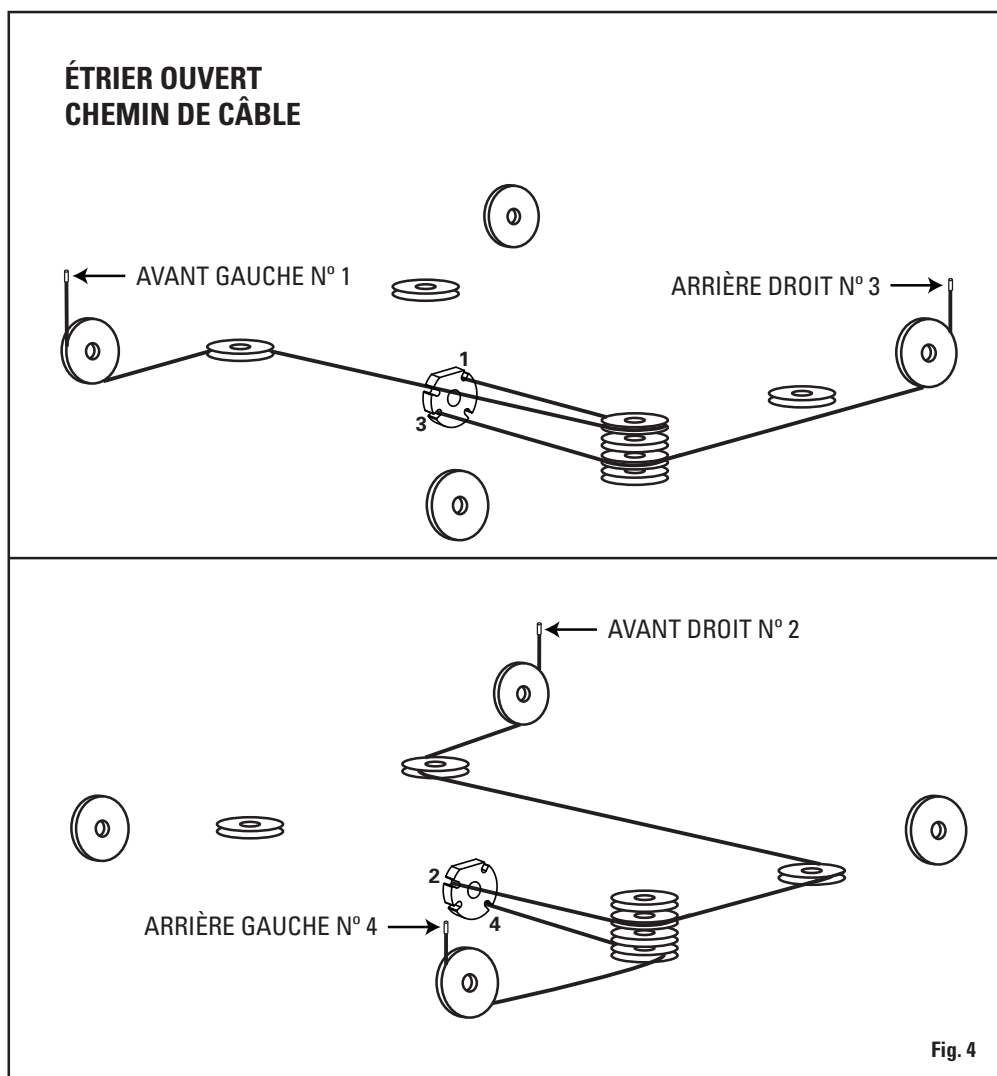
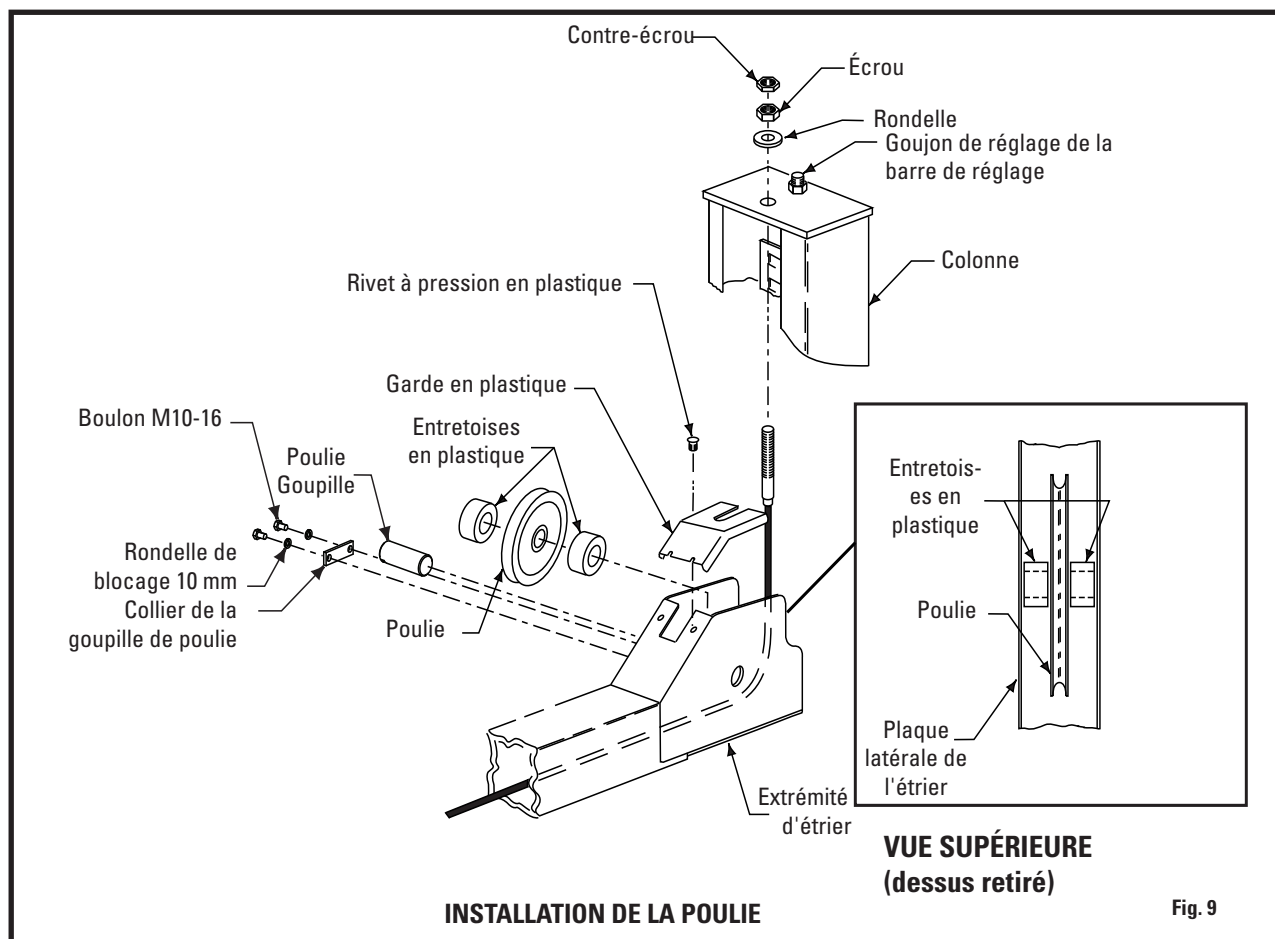
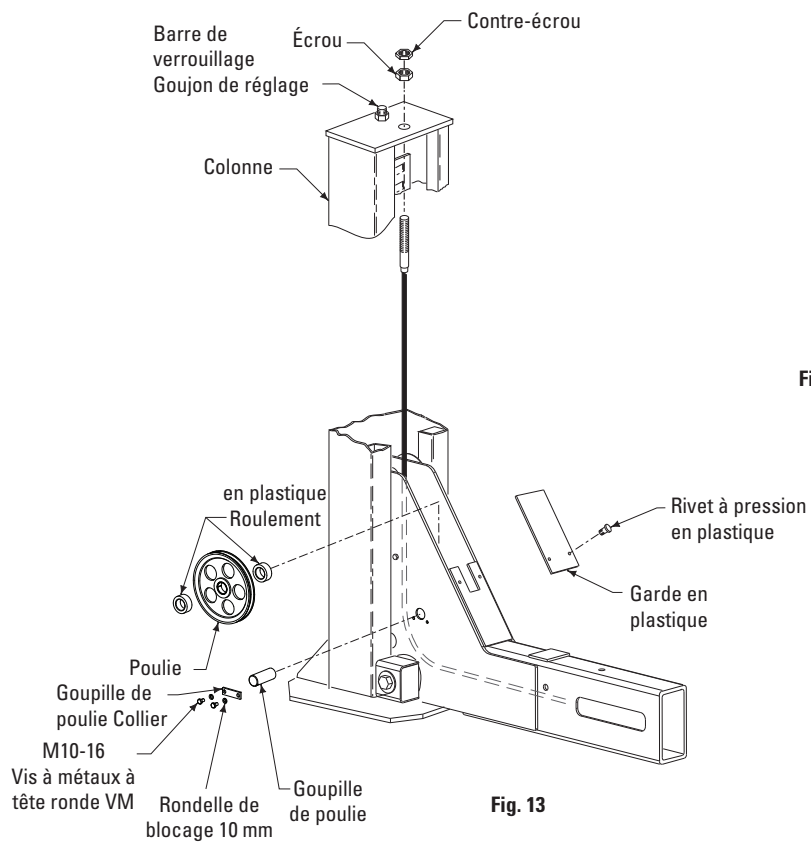

Fig. 4
Fig. 9
Fig. 13
- C. Installer les poulies à l'extrémité de l'étrier arrière et les entretoises en plastique, Fig. 9. Une entretoise en plastique est placée de chaque côté de la poulie, voir encadré, Fig. 9. Fixer la goupille de la poulie à l'aide de (2) boulons M10-16 et du collier de la goupille de poulie.
- F. **IMPORTANT** S'assurer que le câble est isolé dans la gorge de la poulie. Fixer chaque câble à la plaque supérieure de la colonne à l'aide d'une rondelle, d'un écrou et d'un contre-écrou, Fig. 9. Installer une garde en plastique sur la poulie à chaque extrémité de l'étrier. Le schéma de cordage illustre une vue de cordage une fois complété, Fig. 4.
- Installation de la poulie avant :** installer les poulies à l'extrémité de l'étrier arrière et les roulements en plastique. Un roulement en plastique est placé entre chaque côté de la poulie et les entretoises de poulie, Fig. 13, renvoi également à l'encadré de la Fig. 9. Fixer la goupille de la poulie à l'aide de (2) boulons M10-16 et du collier de la goupille de poulie. S'assurer que le câble est isolé dans la gorge de la poulie.
- Installation des câbles :** fixer chaque câble à la plaque supérieure de la colonne à l'aide d'un écrou, d'un contre-écrou et d'une rondelle, Fig. 13. Installer une garde en plastique sur la poulie à chaque extrémité de l'étrier.